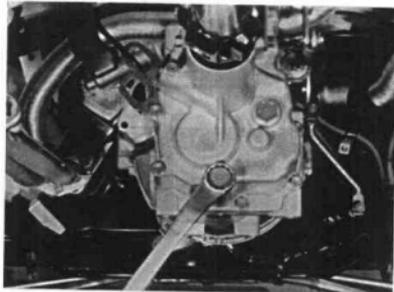

图 10-4
- (7) 拆下放油螺塞，放尽变速器内的机油（图 10-4）。